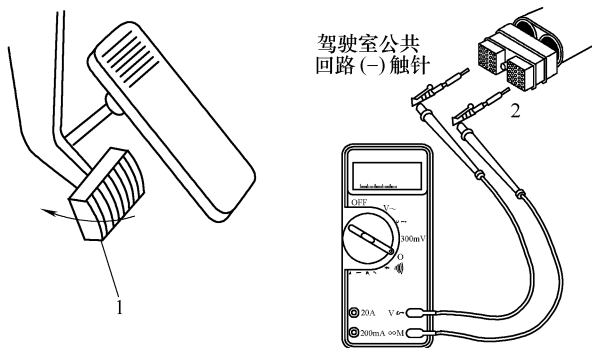
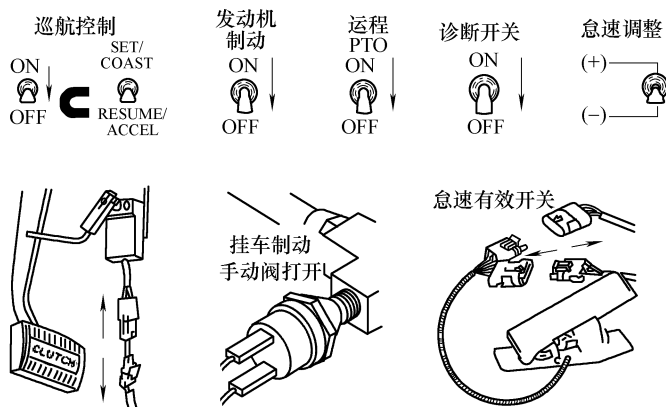

图 5-36 踩下离合器踏板，测量触针 2 与公共回路触针间的电阻
图 5-37 断开驾驶室中的所有开关
② 踩下离合器踏板时，测量触针 2 (+5V 电源) 与公共回路触针 (9、10、19 或 20) 之间的电阻 (图 5-36)，万用表应显示开路，电阻应大于 $100k\Omega$ 。
(2) 检查是否对地短路
① 断开驾驶室中的所有开关或置于空档位置，以便隔离离合器踏板位置开关电路。用挂车制动器手动阀调节行车制动器，断开离合器踏板位置开关和怠速有效开关，如图 5-37 所示。